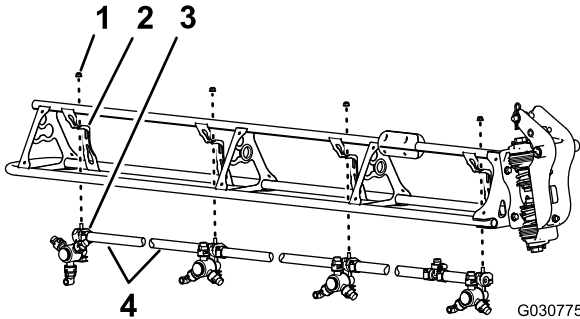

图118
1. 切断两个喷嘴之间的软管 图118。
2. 拧下将喷嘴固定到喷嘴固定架的凸缘锁紧螺母5/16 英寸 图118。